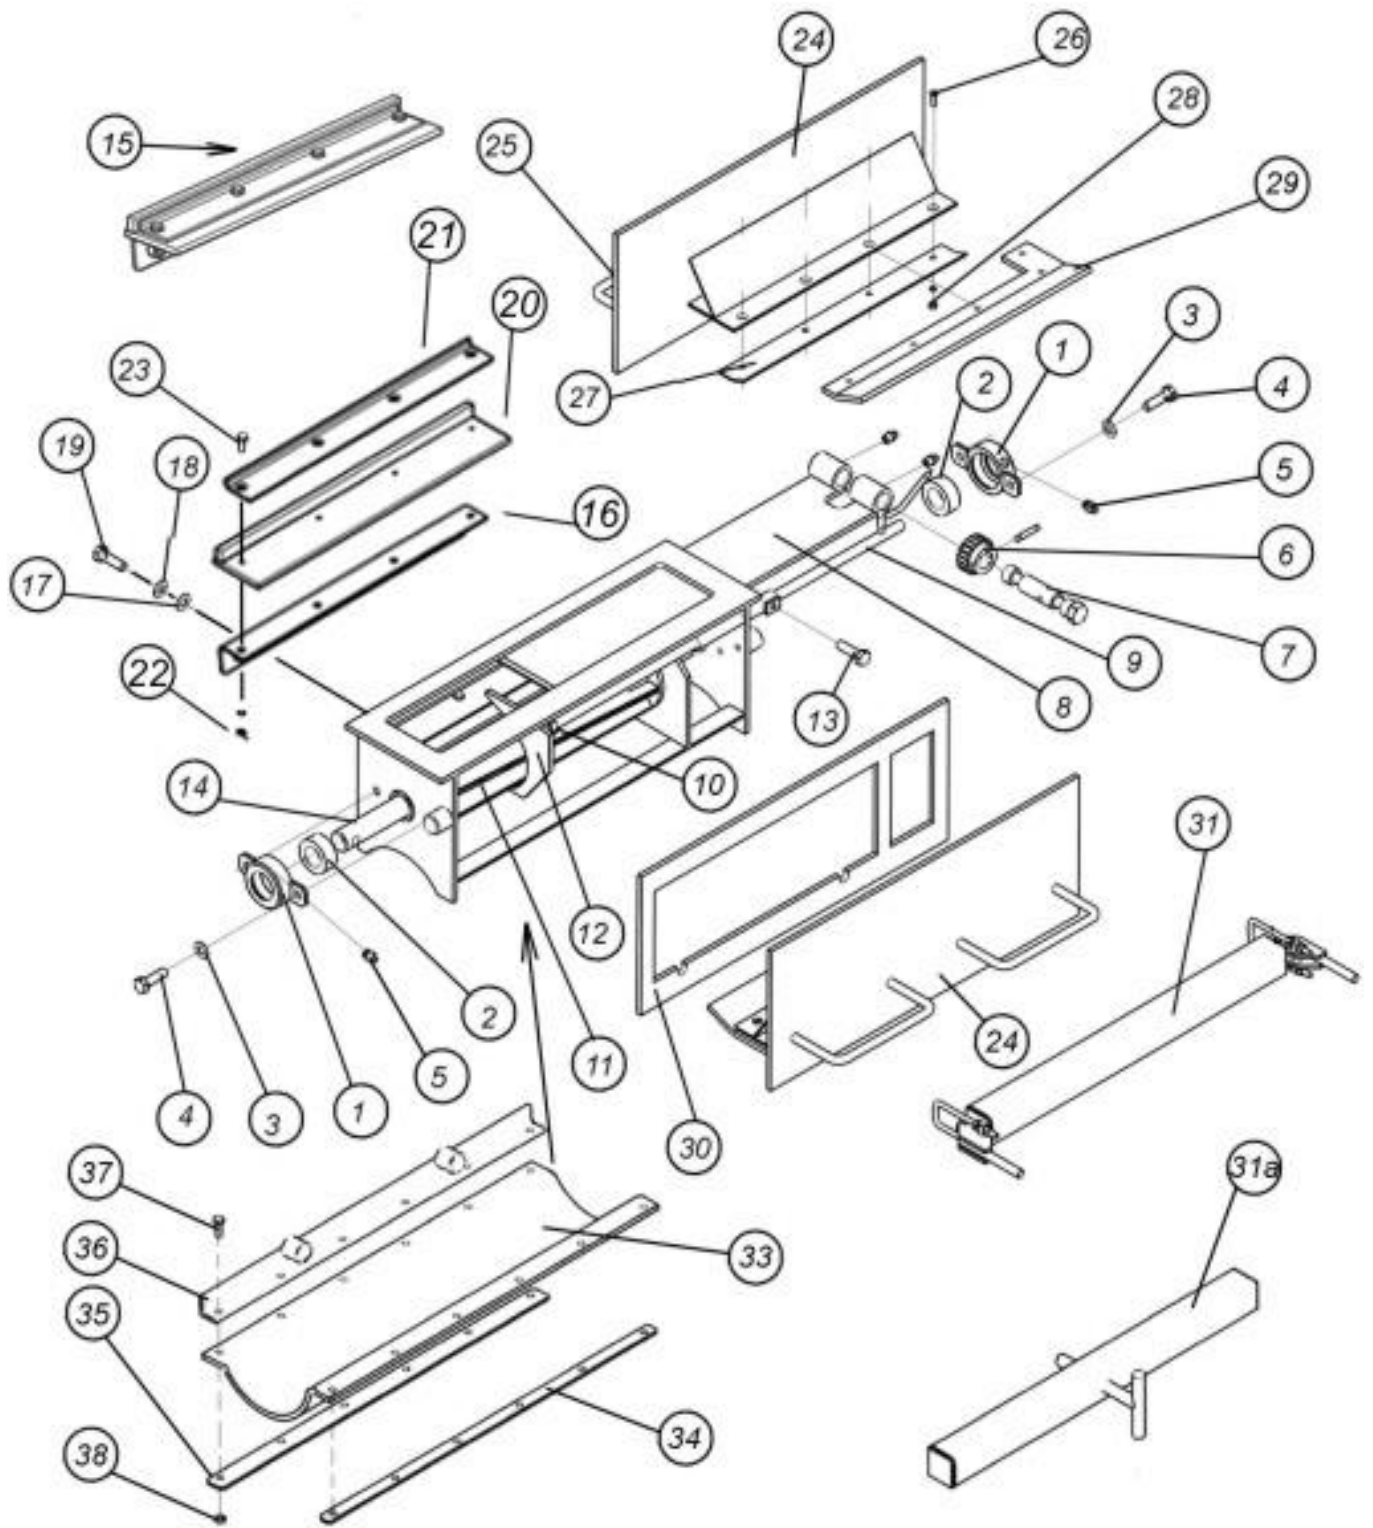

Рис. 7.2.14. Дозирующий узел
7.2.14. Дозирующий (высевающий) узел (рис. 7.2.14)